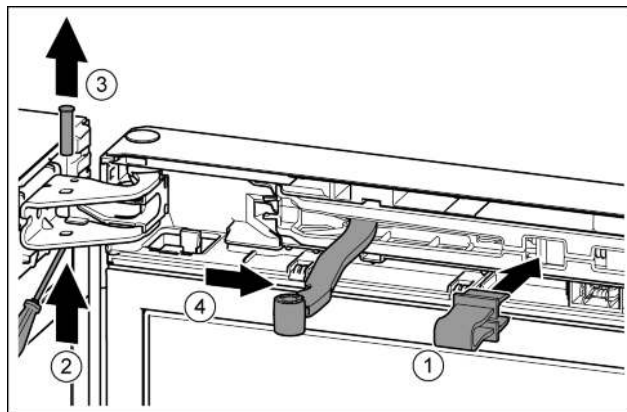

Fig. 8
- Зафиксировать предохранитель в отверстии. Fig. 8 (1)
- Выкрутить палец при помощи отвертки. Fig. 8 (2)
- Извлечь палец движением вверх. Fig. 8 (3)
- Повернуть шарнир в направлении двери. Fig. 8 (4)